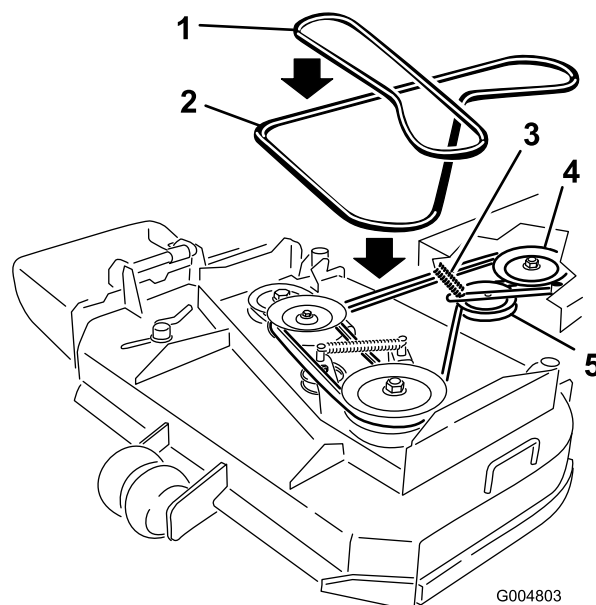

Figura 39
6. Retire la correa de la polea central de la plataforma del cortacésped (Figura 39). Extreme las precauciones al retirar la correa ya que la tensión aumentará debido a que la polea tensora está tensada con muelle.
7. Retire la correa de la polea del motor y la polea tensora tensada con muelle (Figura 39).
8. Instale la nueva correa en la polea del motor y la polea tensora tensada con muelle (Figura 39).
9. Coloque la correa en la polea central de la plataforma del cortacésped (Figura 39). Extreme las precauciones al instalar la correa ya que la tensión aumentará debido a que la polea tensora está tensada con muelle.